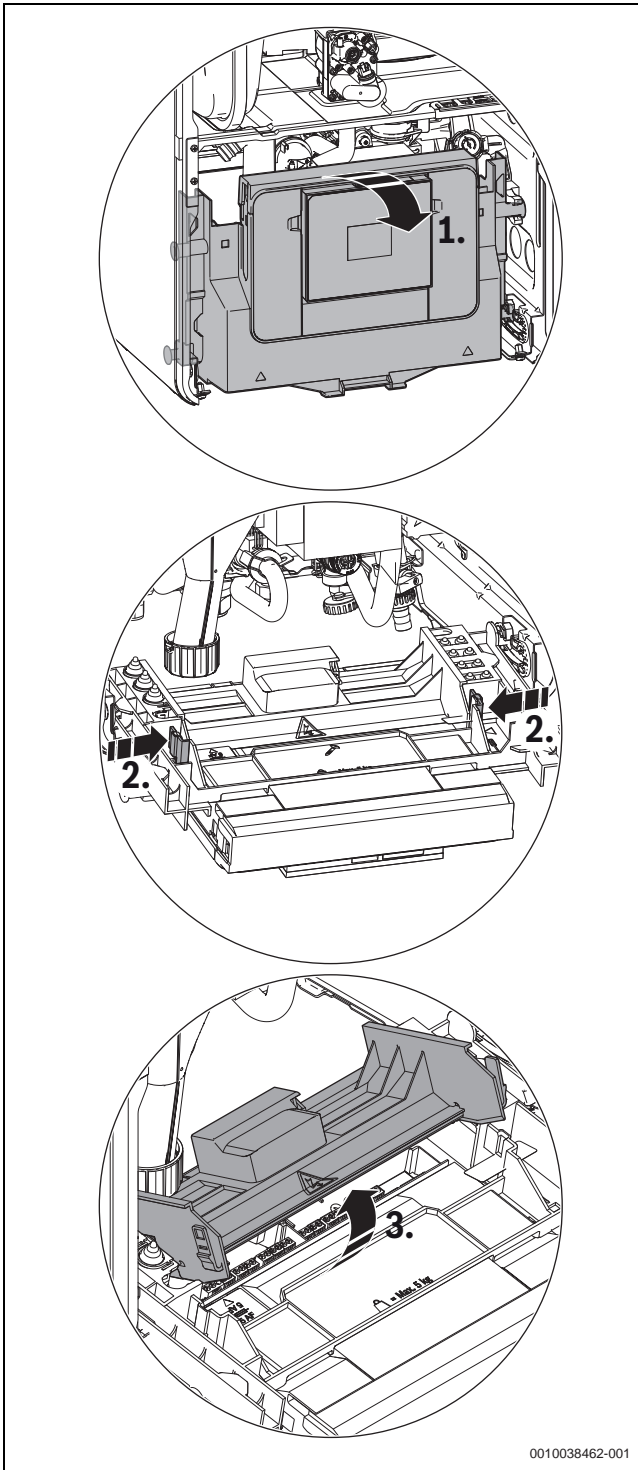

Bild 29 Abdeckung aufklappen
- Steuergerät nach unten klappen (→ Bild 29).